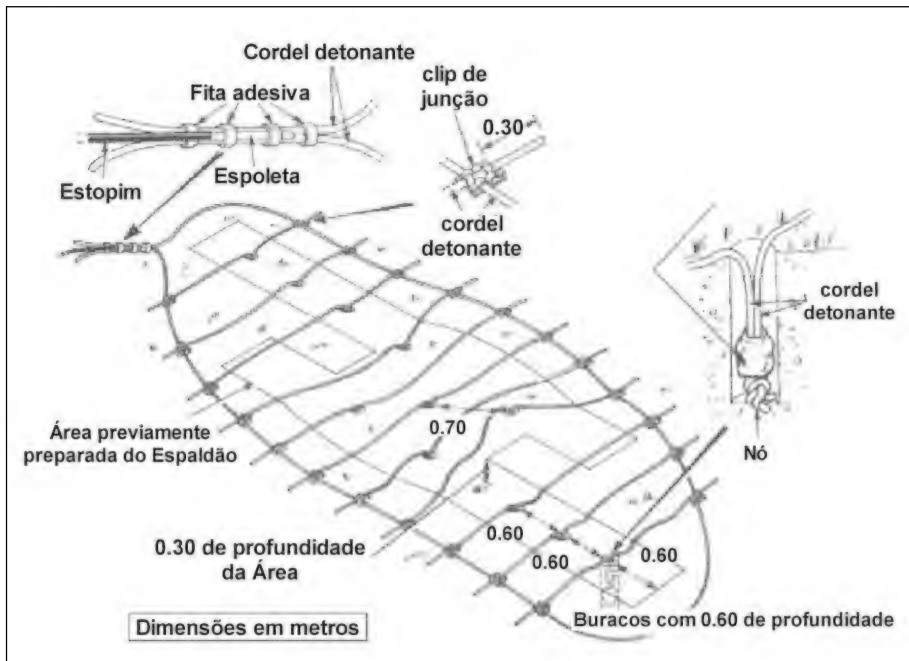

Fig 4-14. Construindo o Espaldão com Explosivos
(b) Para cada abrigo, um buraco no centro e um buraco em cada lado, seguindo a linha de comprimento do abrigo, sendo que os buracos estarão distantes 0,60 metro entre si (Fig 4-14).
### **c. Preparando as cargas (Fig 4-14)**
(1) Corte 0,30 metro das pontas do cordel detonante e descarte-os. Corte 22 pedaços de 2,30 metros de cordel detonante e amarre-os com um nó simples aos pares formando 11 pares. Se o solo estiver úmido ou lamacento as pontas destes pedaços devem ser protegidas contra água. Amolde de um a dois pacotes de 0,25 kg de explosivo plástico acima dos nós de junção, dependendo do tipo de solo. Quando for usar apenas um pacote sempre retire o embrulho e amolde-o ao redor do cordel. Todas os pedaços de cordel devem ser preparados no mesmo local.
(2) Coloque as onze cargas nos buracos preparados com as pontas dos cordéis detonantes voltados para fora (Fig 4-14). Cuidadosamente preencha os buracos com uma camada de terra firmemente compactada.
(3) Corte 13 metros de cordel detonante e junte suas pontas usando dois anéis de plástico e um conector, para formar um laço.
(4) Junte cada uma das pontas dos pedaços de cordel detonante já instalados ao laço anteriormente formado com um clipe de junção. Cada ponta deve possuir um excesso de, no mínimo, 0,30 metro após o clipe de junção.
(5) Teste o estopim e corte o comprimento desejado. Instale na ponta do estopim um iniciador e o acendedor.
(6) Inspeção a espoleta para certificar-se de que sua cavidade está desobstruída. Caso exista alguma obstrução, sacuda gentilmente até o corpo estranho cair, não introduza nenhum objeto dentro da espoleta. Marque 20 mm do estopim e introduza na espoleta até a marca feita. Não force nem gire o estopim dentro da espoleta.
(7) Escorva a espoleta no estopim. Tenha cuidado para não escorvar a espoleta tão forte que danifique o estopim.
(8) Alternativamente, o estopim pode ser preso à espoleta através de uma fita adesiva.
(9) Instale a espoleta ao laço de cordel detonante com um clipe de junção ou fita.
(10) O espaldão agora está pronto para explodir.